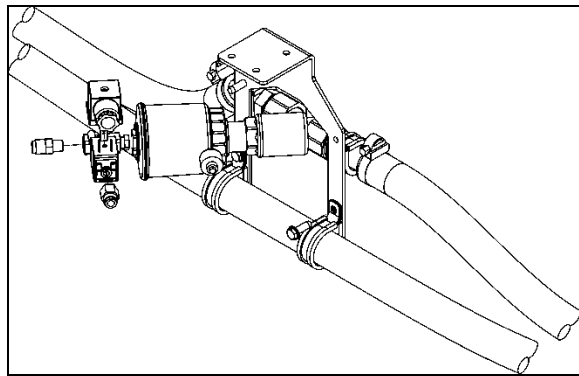

FIGURE 71 : SOUPE PNEUMATIQUE DE DÉBIT D'EAU CHAUDE DE L'UNITÉ DU CONDUCTEUR
Le débit d'eau chaude vers le radiateur de chauffage de l'unité du conducteur est contrôlé par une soupape pneumatique normalement ouverte. La soupape est située au plafond du compartiment de la roue de secours (Figure 71), est conçue de façon à ce que l'électrovanne pilote, qui fait partie de l'ensemble, ouvre et ferme un port qui dirige la pression d'air vers le boîtier de l'actionneur, ouvrant ou fermant ainsi la soupape.
2. Repérer la soupape pneumatique de débit d'eau chaude normalement ouverte sur le plafond du compartiment de la roue de secours (Figure 71), débrancher le connecteur, puis connecter une source d'alimentation externe de 24 V avec des câbles d'appoint pour fermer la soupape.